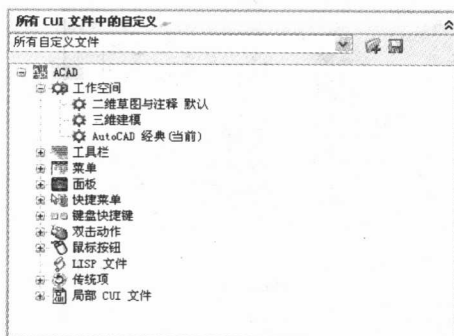

图 1-13 “所有 CUI 文件的自定义”窗口
2) “所有 CUI 文件中的自定义”窗口用于浏览加载的自定义文件中的不同用户界面元素, 如图 1-13 所示。在此窗口中, 用户可以创建和修改用户界面元素 (例如工作空间、工具栏和菜单)。沿着窗口的顶部用户会发现一些工具, 这些工具可以将部分自定义文件加载到主自定义文件中、保存对加载的自定义文件的更改、控制用户如何查看已加载的自定义文件以及控制用户界面元素在树状图中的显示。